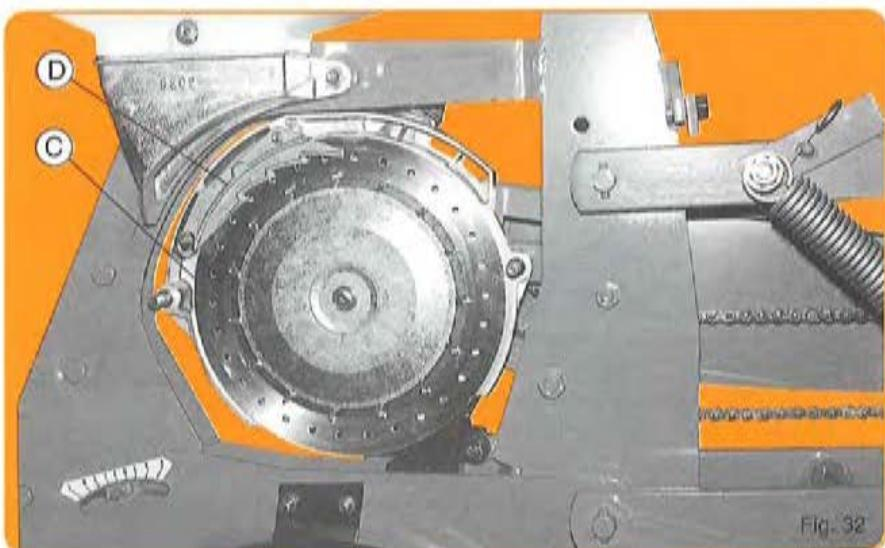

Fig. 32
Les plaques de sélection (D) se placent sur les disques (côté couvercle et non entre disques et couronnes plastique) (fig. 32).
Voor iedere zaadsoort moet de schijf met het juiste aantal openingen met de juiste diameter worden gebruikt (zie lijst op de volgende bladzijde). Alvorens te starten, controleren of de zaaihuizen met de juiste schijven zijn gemonteerd. (De zaaimachines worden af-fabriek geleverd zonder dat de zaalschijven zijn gemonteerd). De afstrijkers (D) worden geplaatst op de schijven (aan de kant van het deksel en niet tussen de schijven en de kunststof slijtringen). (Fig 32). Binnentin het deksel (B) bevindt zich een metalen niveaulip (2). Met deze lip wordt de toevier van de zaden geregeld vanaf de zaadbak en deze zorgt voor een constante zaadhoogte naast de schijf.